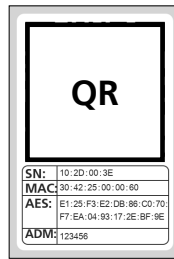

Abb. 3
- 3 Sie erhalten eine Aufforderung, den mitgelieferten QR-Code des Zylinders mit der Kamera des Smartphones einzuscannen. Der QR-Code befindet sich auf dem Aufkleber, welcher der Verpackung beiliegt (Abb. 3).